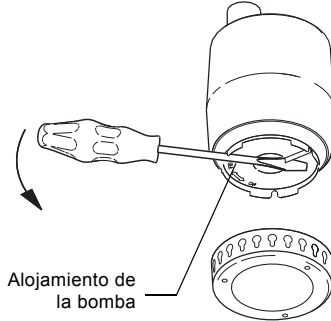

Fig. 11 Cómo extraer el alojamiento de la bomba
3. Girar el alojamiento de la bomba 90 ° en sentido contrario al de las agujas del reloj usando un destornillador. Consultar la flecha en el alojamiento de la bomba. Extraer el alojamiento de la bomba. Ver fig. 11.